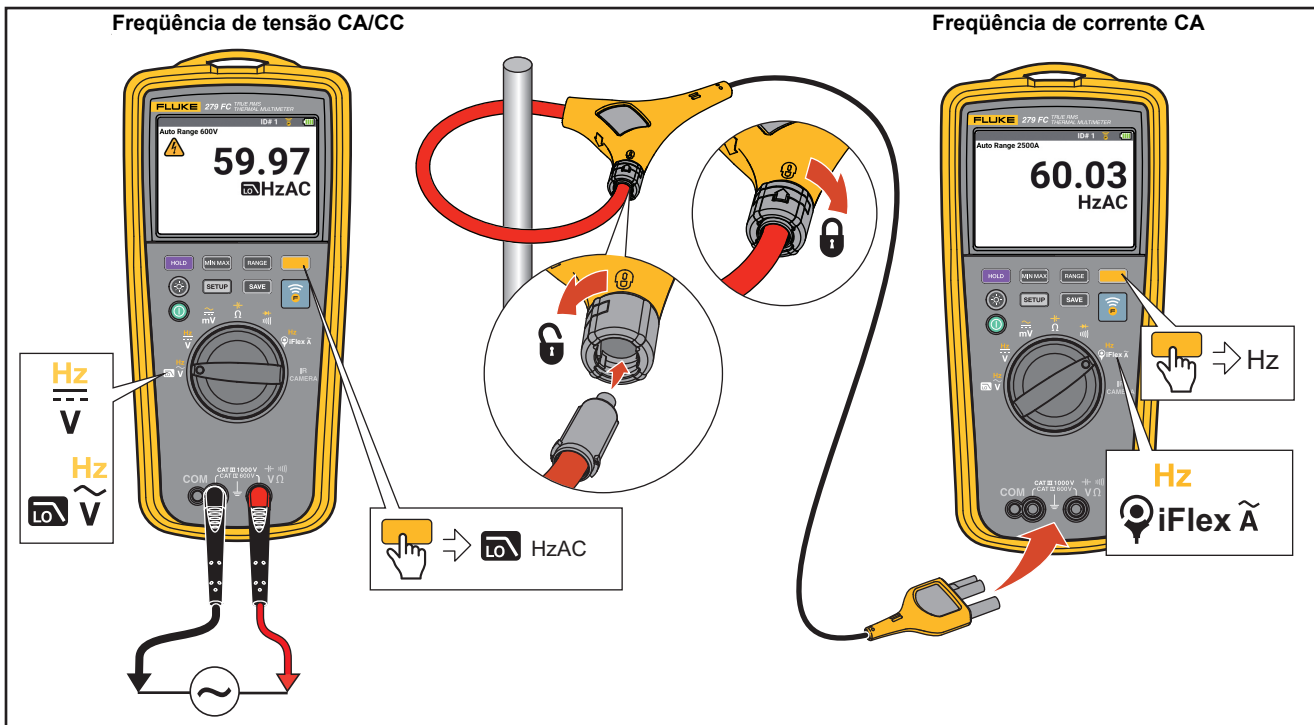

Figura 12. Medição de frequência
- Medições de frequência. Veja a figura 12.
Certifique-se de usar o acessório correto para o tipo de medição. Veja a figura 12.